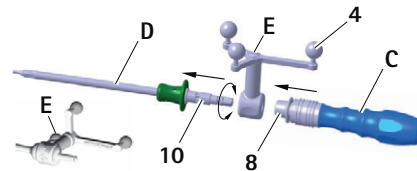

Abb. 8 Montage der Referenzsterneinheit ("Kalibrierung mit ICM 4“) und S⁴C-Griff (FW067R oder FW165R) am S⁴C-Schraubendreher
- ▶ Verriegelungshülse 8, loslassen, siehe Abb. 8.